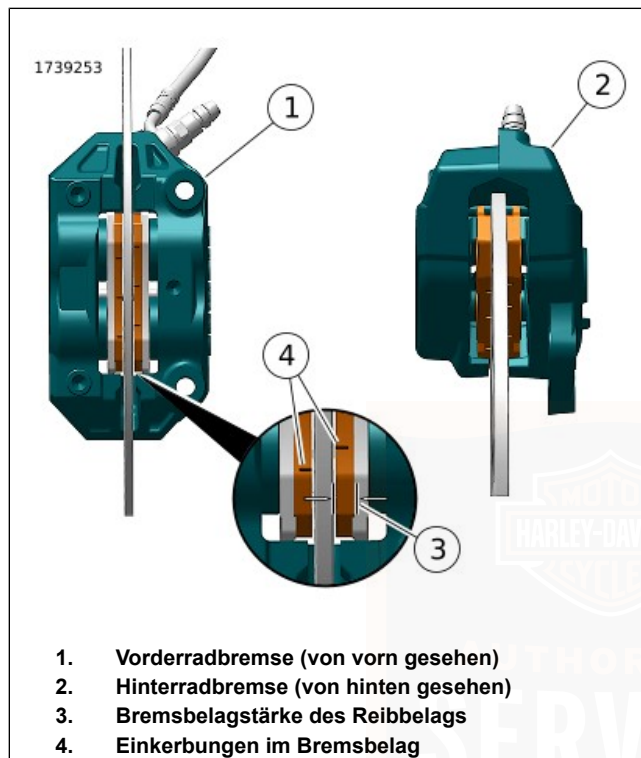

Abbildung 119. Reibmaterial des Bremsbelags
1. Siehe Abbildung 119 . Die Bremsscheibe prüfen, wenn diese gedreht wird. Die Scheibe muss schlagfrei im Bremssattel laufen.